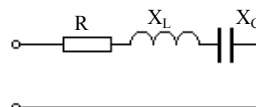

Рис. 6.1
**1. Исходные данные.** К источнику переменного тока с напряжением  $U$  подключены последовательно активное сопротивление  $R$ , катушка с сопротивлением  $X_L$  и конденсатор с сопротивлением  $X_C$  (рис. 6.1, табл. 6.1).
**2. Исходные данные.** В сеть переменного тока с напряжением  $U$  включены последовательно активное  $R$ , индуктивное  $X_L$  и емкостное  $X_C$  сопротивления (см. рис. 6.1, табл. 6.2).